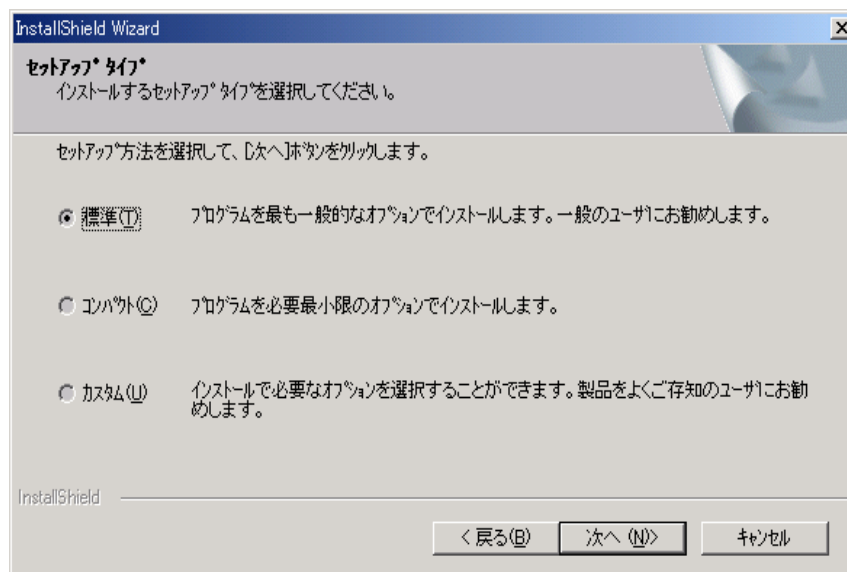

図 3-1
- ① 「SetupAPIxxx.exe」を実行します。 xxxは、インストーラバージョンとなります。
- ② インストールが開始されるとウィザード画面では、「使用許諾契約」ダイアログに続き、「セットアップタイプ」ダイアログ(図 3-1)が表示されます。用途に応じて、インストールの種類を指定します。
- ③ [標準(I)]を選択してインストールが完了すると、デスクトップの[スタート]メニューから[プログラム(P)]の中に[SII プリンタ ソフトウェア]が用意されます。その中に[プリンタハードウェア設定]、[プレゼンター用紙自動回収時間設定] ソフトウェアが登録されます。また、[カスタム(U)]を選択し、ソフトウェア選択画面で全ての項目にチェックすると、先ほどのソフトウェアの他に、指定したインストール先にサンプルプログラムソースがインストールされます。また、このサンプルプログラムのショートカットがデスクトップ上にもセットされます。